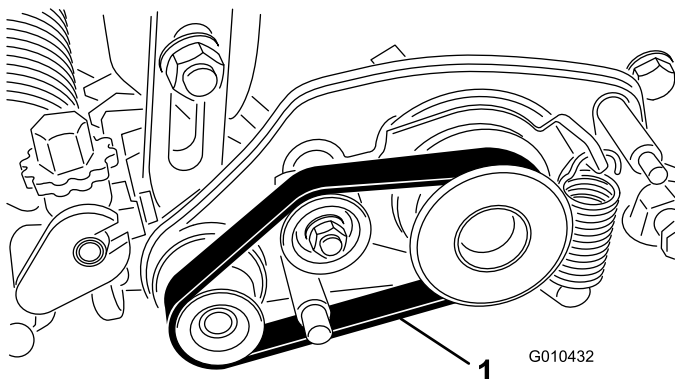

Figura 29
2. Retire la correa de la polea arrastrada, la polea tensora y el conjunto de la polea (Figura 29).